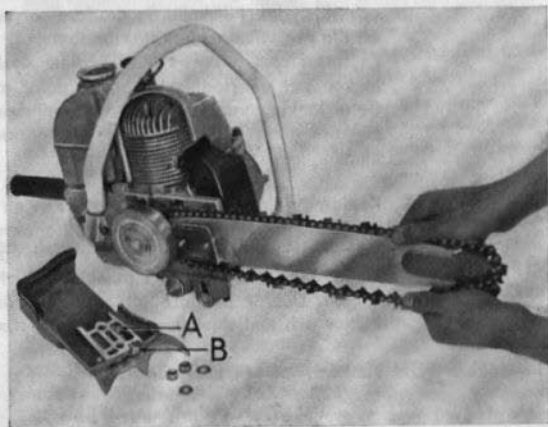

Fig 3
4. Montera mothållet. Se till att dragstyckets topp, se A i fig 3, för mothållet **passar in i motsvarande hål** på svärdet. Dra till de två muttrarna endast så mycket, att svärdet hålles i läge.
5. Sträck kedjan genom att skruva in spännskruven, se B i fig 3. Kedjan skall vara så spänd, att den följer svärdet även på undersidan. Den skall kunna lyftas 5 mm på svärdets mitt. Kedjan skall lätt kunna dras runt svärdet.